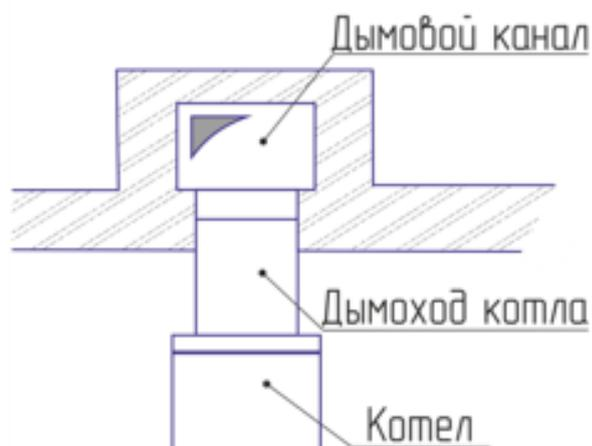

Рис. 11 – Схема отвода продуктов сгорания (вид сверху)
- 8.9. В нижней части канала необходимо предусмотреть ревизионное окно для чистки сажи (см. рис. 11а-11б). Место соединения дымохода котла с дымовой трубой должно быть уплотнено глиняным раствором или другим негорючим уплотняющим материалом.
Рис. 11а – Устройство саже сборника и ревизионного окна при расположении дымохода в шахте (вид сбоку)